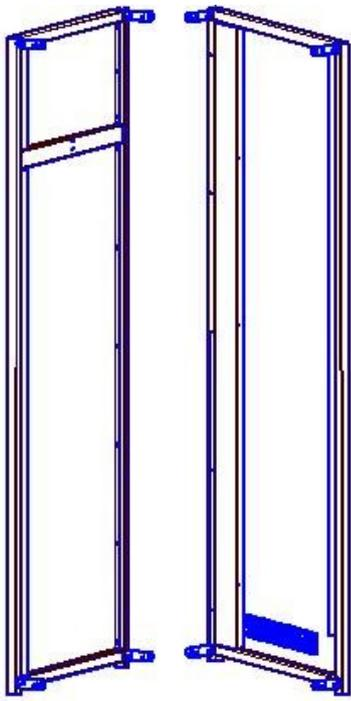

Рис. 2 Стенка боковая левая
4.1 Комплект поставки шкафа сушильного представлен в таблице 2 и на рис.2÷23